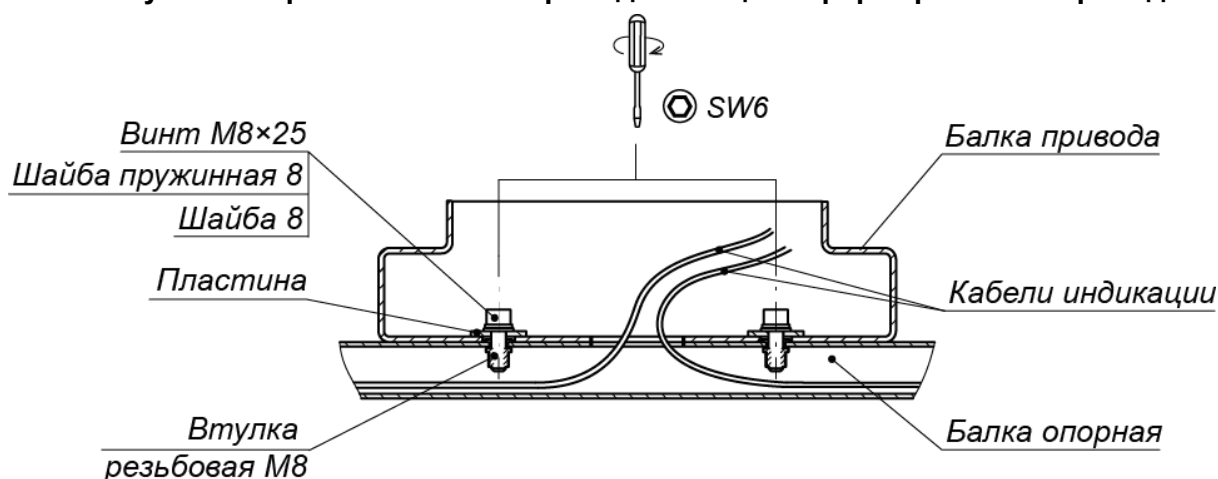

Рисунок 17. Крепление балки привода с балкой опорной
- Закрепите балку привода на опорных балках обоих формователей прохода (7) и на верхней балке разделителя турникета (8) винтами М8×25 (6 штук), ключ SW6, используя квадратные пластины из комплекта поставки (см. рис. 17). Затяжка винтов предварительная, для возможности регулировки положения балки привода.